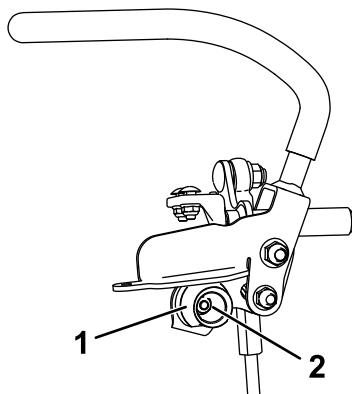

Figure 42
6. Desserrez l'écrou de fixation de la came (Figure 42).